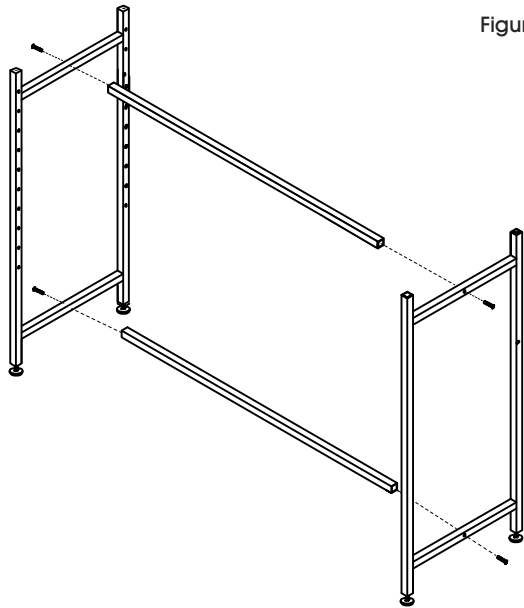

Figure 1
1. Remove bolts from ends of spacers. Attach frames to spacers using two bolts per spacer and the enclosed allen wrench. (See Figure 1)
1. Retirez les boulons des extrémités des entretoises. Fixez les cadres aux entretoises à l'aide de deux boulons par entretoise et de la clé Allen fournie. (Voir Figure 1)